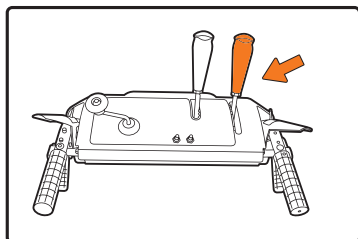

Рис. 5
- Установите рычаг выбора передач на вторую заднюю скорость (рис. 5)